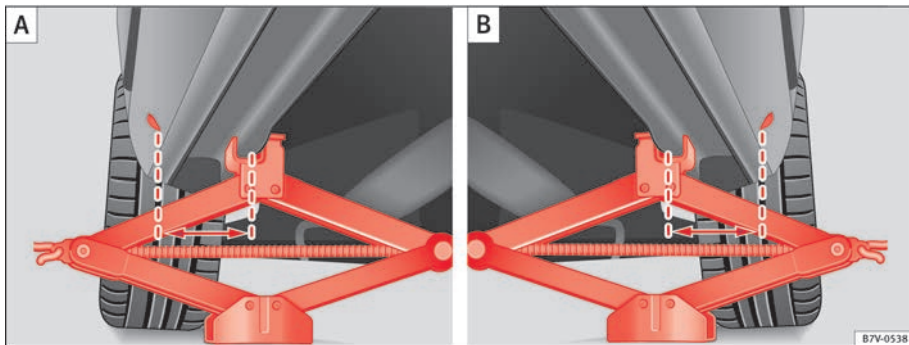

Abb. 184 Ⓐ: Wagenheber vorn an der linken Fahr-
⇒ Abb. 184. Es gilt der Aufnahmeplatz, der sich bei dem jeweiligen Rad be-
7. Sicherstellen, dass der Wagenheberfuß mit der ganzen Fläche sicher auf dem Boden steht und sich der Wagenheberfuß genau unter dem Ansetzpunkt ⇒ **Abb. 184** befindet.
8. Den Wagenheber ausrichten und gleichzeitig die Wagenheberklaue weiter hochkurbeln, bis die Klaue den Steg unter dem Fahrzeug ⇒ **Abb. 184** umfasst.
- Wagenheber nur an den beschriebenen Stellen ansetzen. Die Klaue des Wagenhebers muss den Steg des Unterholms sicher umfassen ⇒ **Abb. 184**.